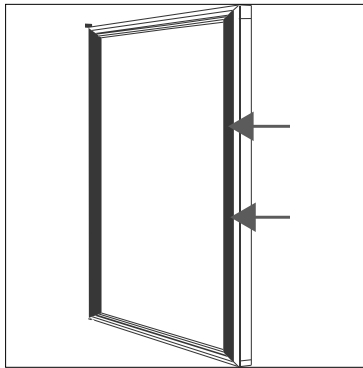

Fig. 2
- ▶ Estrarre con cautela la guarnizione della porta dalla sua guida tirandola dall'interno della porta in prossimità della zona centrale esterna in modo da poter accedere ai fori per la maniglia della porta (20) (**vedere la fig. 2**).
- ▶ Posizionare la maniglia (20) sui due fori sul lato esterno della porta e avvitare la maniglia stringendo le due viti.
- ▶ Una volta montata la maniglia della porta (20), reinserire la guarnizione premendola nella sua guida e assicurarsi che sia perfettamente in sede per garantire la chiusura ermetica della porta.